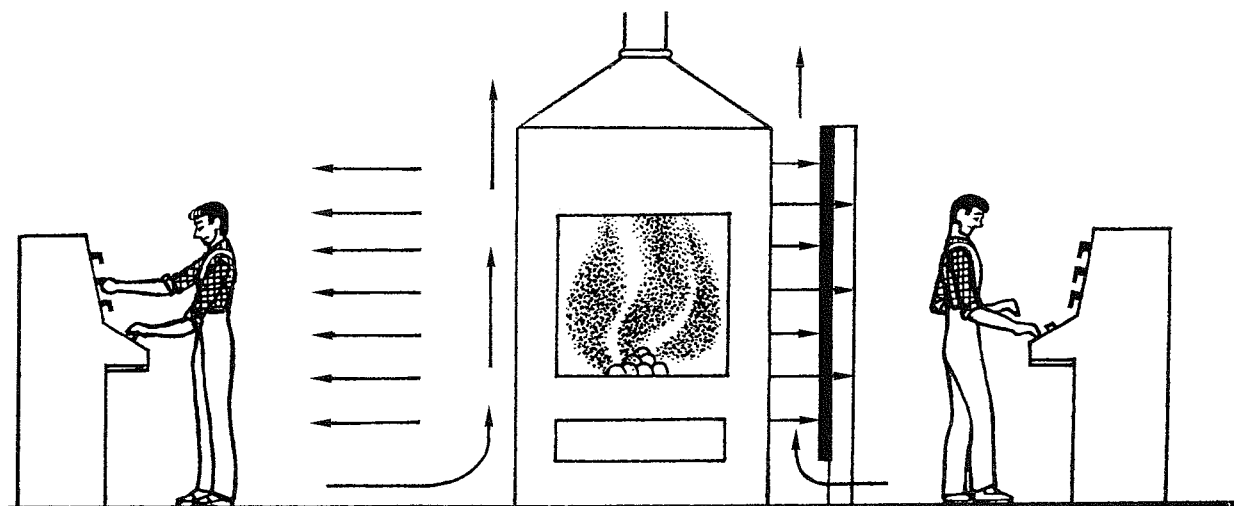

Figura 134
- ii) pantallas absorbentes; para que no se conviertan en fuentes de calor, deben enfriarse con aire o con agua (figura 134).